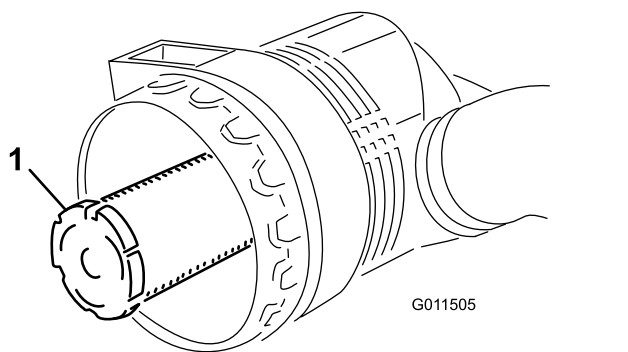

Figura 51
**Importante:** No intente nunca limpiar el filtro de seguridad (Figura 51). Sustituya el filtro de seguridad después de cada tres revisiones del filtro primario.